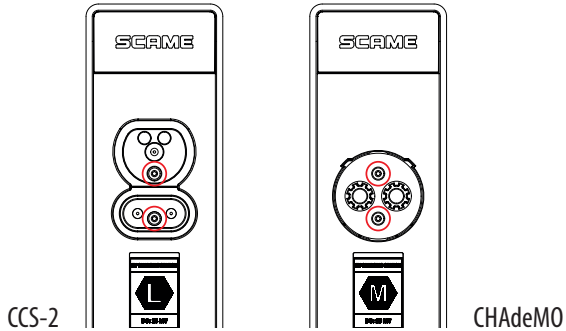

Bild 15: BEFESTIGUNGSSCHRAUBEN VOM VORDEREN STECKERHALTER
- Sichern Sie das Teil mit den mitgelieferten M5x12 Schrauben. Siehe Bild 15.